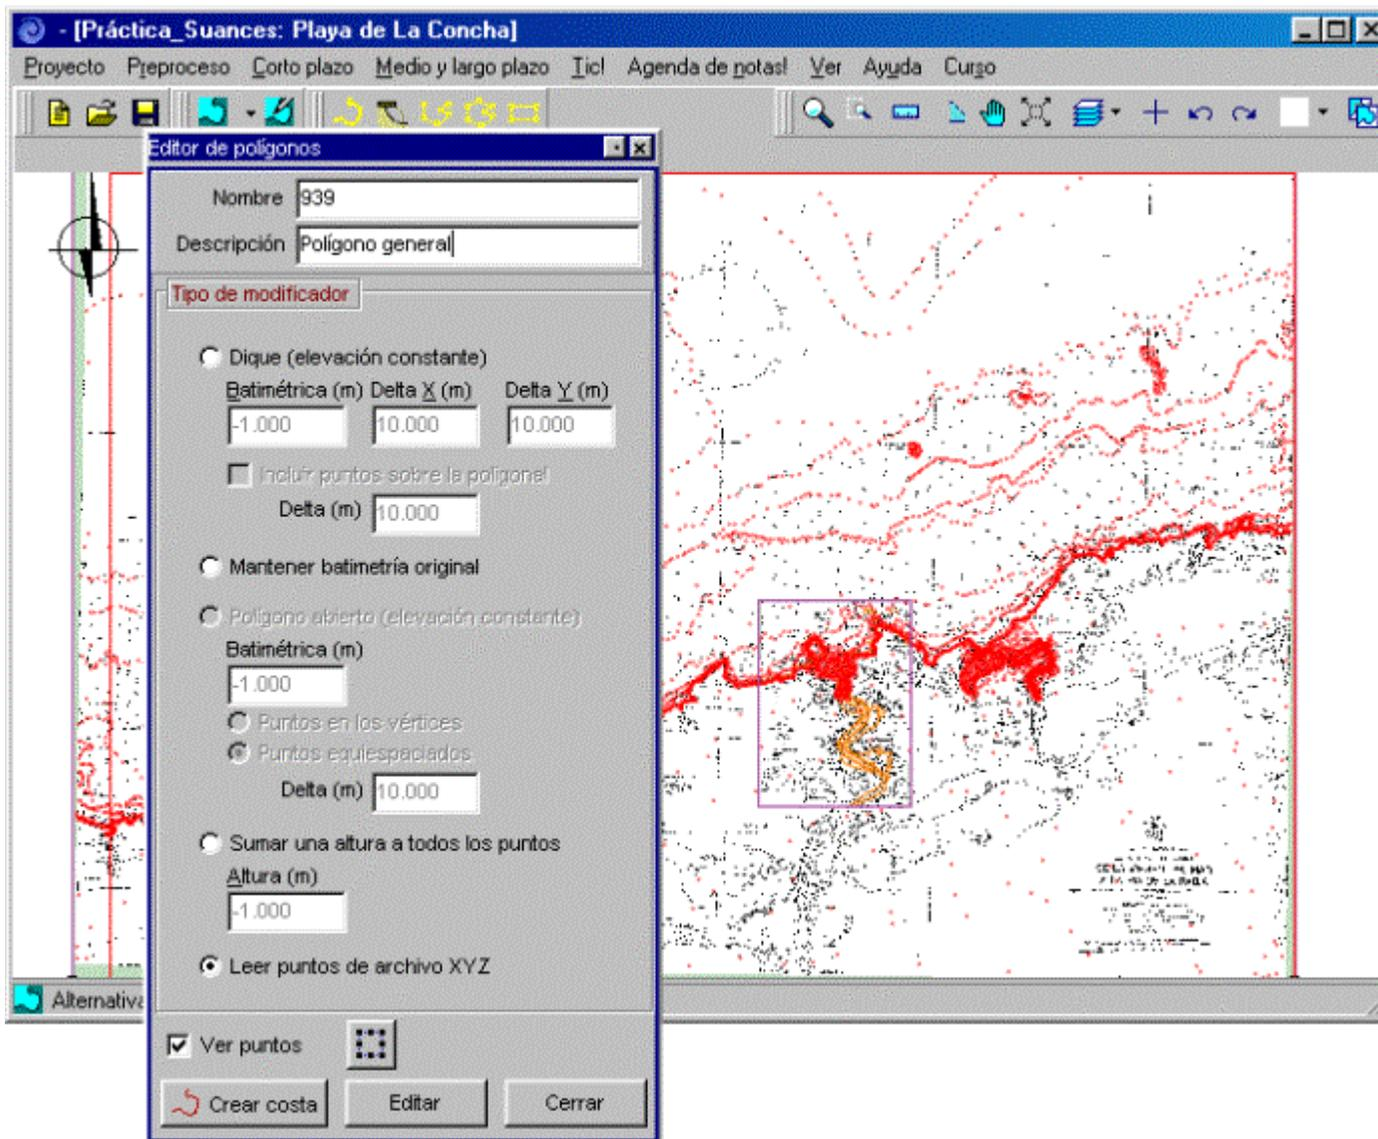

Figura 7.24
- Se pueden editar los polígonos. Seleccionar el polígono 939 y pulsar la opción de editar. Una vez dentro del editor del polígono 939 (ver figura 7.24), se puede comprobar como propiedad de éste, que ha sido creado con la opción de “Leer puntos de archivo XYZ”. Escribir en el campo de descripción “Polígono general”. A continuación, activar la opción de “ver puntos”. En ese momento, se visualizarán en color rojo los puntos del polígono. Para finalizar el trabajo en este editor pulsar el botón “Cerrar”.